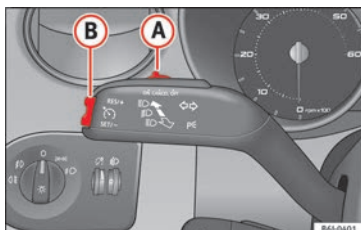

Fig. 147 Levier des clignotants et des feux de route : commande et touche basculante pour régulateur de vitesse.
- Déplacez la commande » **fig. 147 A** vers la gauche pour la mettre sur **ON**.